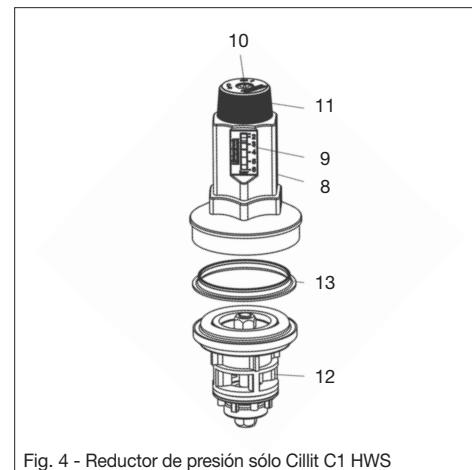

Fig. 4 - Reductor de presión sólo Cillit C1 HWS
**Reducir de presión (sólo Cillit C1 HWS, Fig. 4) que consta de:**